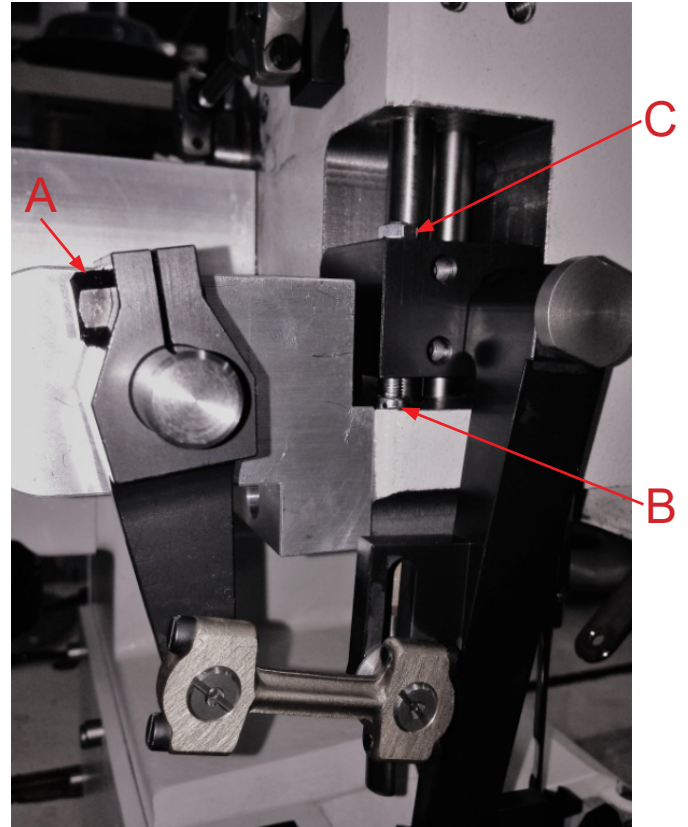

Fig. 2
Loosen screw (A, Fig. 2) and set the teeth of the upper feed intermittently to the middle of the tooth gaps of the lower feed.
Then adjust the height of the upper feed with the setting screw (B, Fig. 2) so low the teeth do not touch.
Lock nut (C, Fig. 2). Slightly tighten screw (A, Fig. 2).
Dazu Schraube (A, Fig. 2) lösen und die Zähne des Obertransports über die Zahnlücken des Untertransports stellen.
Dann die Höhe des Obertransports mit der Stellschraube (B, Fig. 2) so tief stellen, dass sich die Zähne nicht berühren.
Mit Mutter (C, Fig. 2) kontern. Schraube (A, Fig. 2) leicht anziehen.
- Loosen screw (A, Fig. 2) and set the upper feed to center position of presser foot slots.
- Schraube (A, Fig. 2) lösen und Obertransport im Drückerfußfenster in Transportrichtung zentrieren.